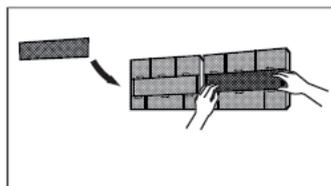

fig. 17 -
4. Scoateți filtrul de purificator de aer din spatele filtrului principal ("fig. 17 -") și curățați-l cu un aspirator